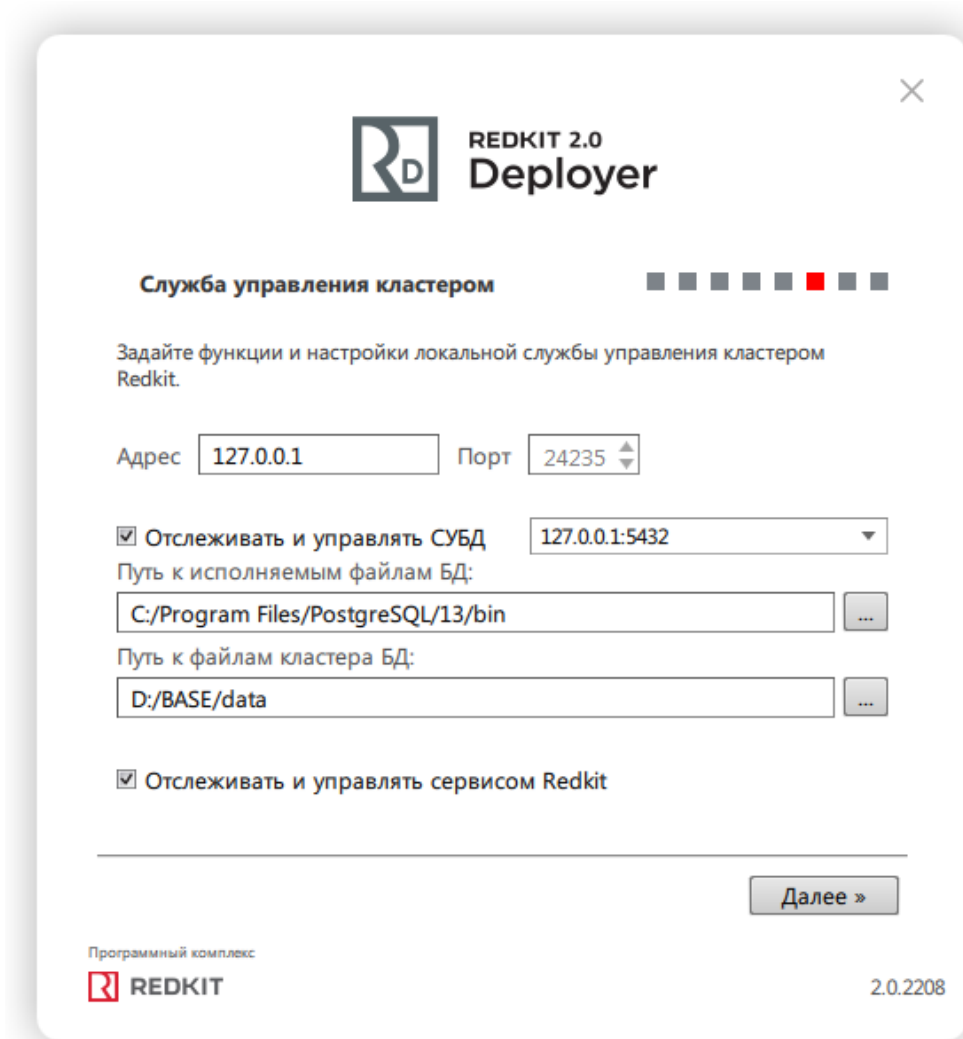

Рисунок 126 - Служба управления кластером
14. Укажите настройки службы управления кластера Redkit согласно Таблице 21 и нажмите **Далее** (Рисунок 126).